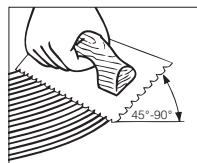

Figure 9
- Tenir la truelle à un angle d'au moins 45° (Figure 9), fermement contre le sous-plancher afin d'obtenir un taux d'étalement de 4 à 5,5 m2/litre (50 à 60 pi2/gal US). La truelle laisse des cannelures d'adhésif et très peu d'adhésif entre les cannelures, ce qui permet de voir les lignes tracées au cordeau et d'étaler la quantité recommandée.